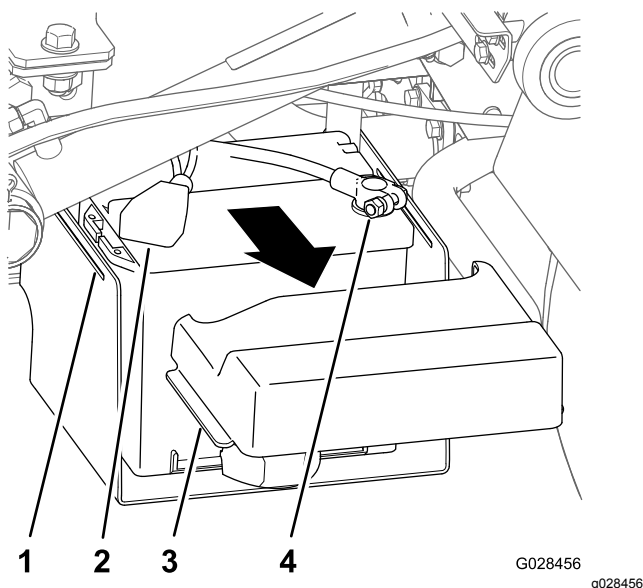

Figura 15
1. Stringete i lati del coperchio della batteria per liberare le linguette dalle fessure nella cassetta della batteria, quindi rimuovete il coperchio della batteria dalla cassetta della batteria stessa (Figura 15).
- Fate scivolare il cappuccio all'indietro e scollegate il morsetto negativo dalla batteria (Figura 15).
- Scollegate il morsetto positivo dalla batteria (Figura 15).